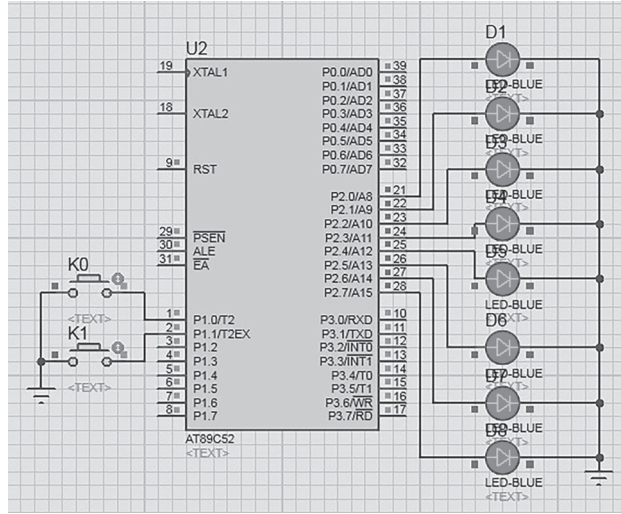

图 1.25 LED 全灭
(1) 当 K0、K1 都断开时, L0 ~ L7 都灭, 实验结果如图 1.25 所示。